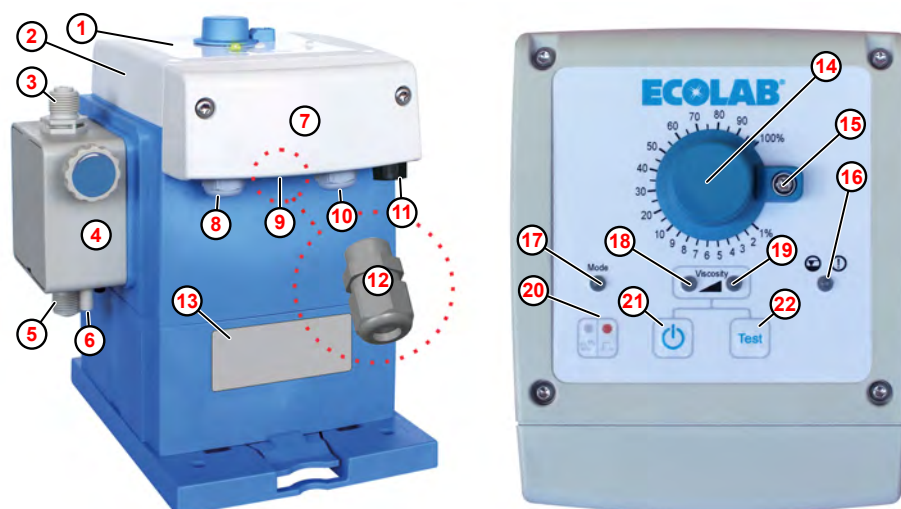

Fig. 1: Structure et éléments de commande « EcoUp »
Pour le raccordement du câble de signal d'alarme, le pack d'accessoires de la pompe contient un presse-étoupe M12 x 1,5 ( Fig. 1 , ⑫ ) adapté.